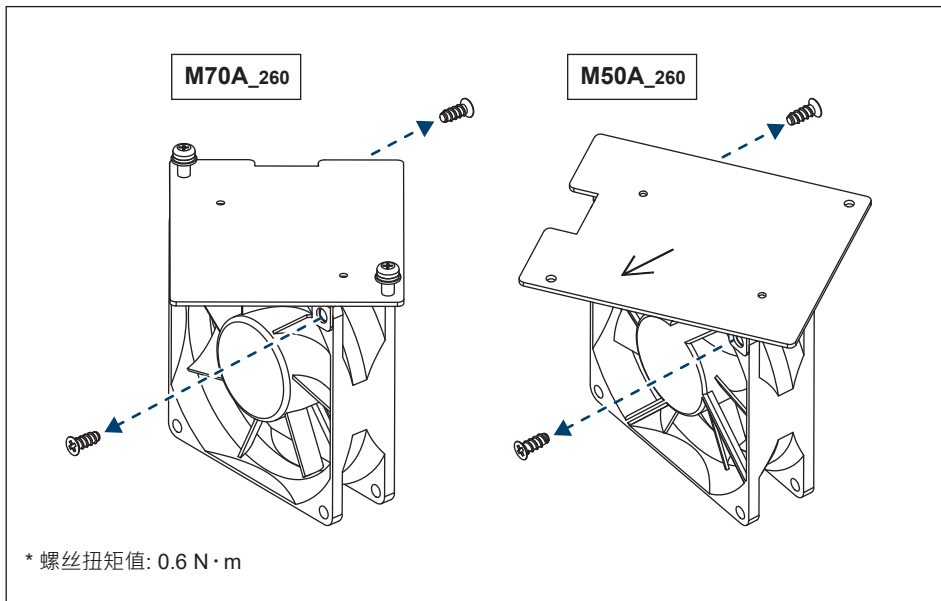

图 5-13: 更换风扇示意图
- (5) 清洁风扇组件或更换新风扇。(如图5-13所示)
- (6) 使用0.8N·m的扭矩重新组装。